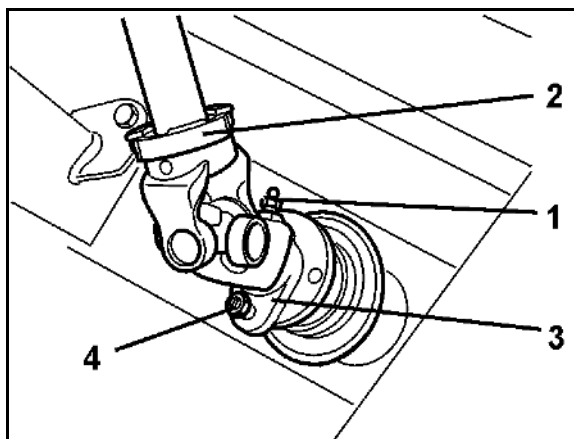

Fig. 96
1. Løsn den koniske smørenippel (Fig. 96/1) i koblingsnavet (Fig. 96/2) på kraftoverføringsakslen.
2. Fjern brydebolten (Fig. 96/4) mellem kraftoverføringsakslens gaffelflange (Fig. 96/3) og flangen til gearrets indgangsaksel.